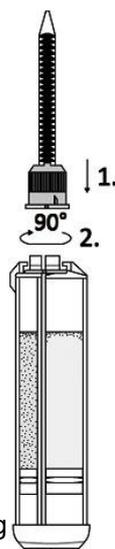

Abbildung 5
5. Die Applikatorspitze fest auf die Spritze aufdrücken und die Mutter der Applikatorspitze um 90° im Uhrzeigersinn drehen, um die Spitze auf der Spritze zu fixieren (Abbildung 5). Wenn der Deckel nicht gedreht wird, wird die Applikationsspitze nicht verriegelt und kann vor/während der Anwendung von der Spritze abfallen. Auslaufendes Glutaraldehyd, das nicht mit Albumin reagiert hat, kann zu Gewebeschäden führen.